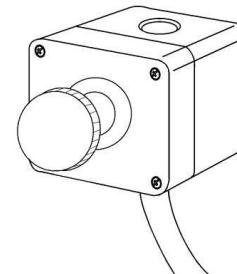

Fig 13
Zum Stillsetzen drücken Sie den Roten Aus-Taster (B) oder die Fern-Stop-Taste (U, Fig 1; Fig 13).
Die Fern-Stop-Taste (Fig 13) stoppt den Maschinenlauf.